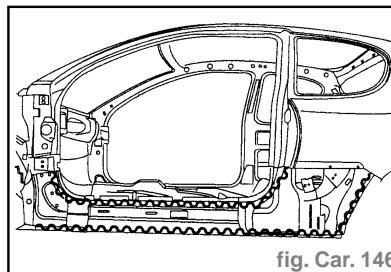

fig. Car. 146
- Appliquer une colle de calage structurale (fig. Car. 146).